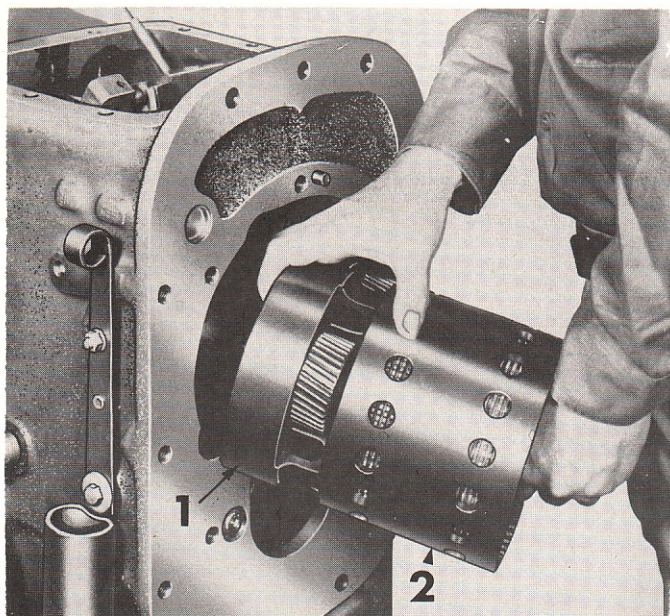

FIGURE 47 : Dépose du carter d'embrayage 2, 3 et du porte-satellites "C" — 1 = Porte-satellites "C", 2 = Carter d'embrayage 2 et 3.
7. Desserrer la vis de réglage de la ceinture n° 3, et extraire d'un bloc le carter d'embrayage 2 et 3, le porte-satellites "C" et l'arbre principal (Figure 47).